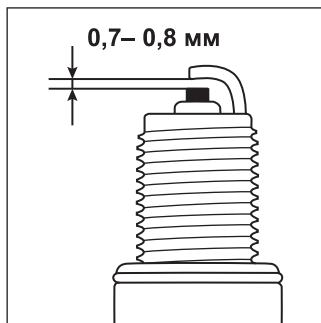

Рис. 19
6. Проверьте величину зазора между заземляющим и центральным электродами, используя специальный щуп. При необходимости установите зазор 0,7–0,8 мм (рис. 19).